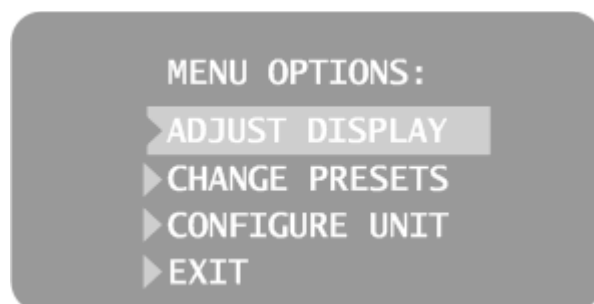
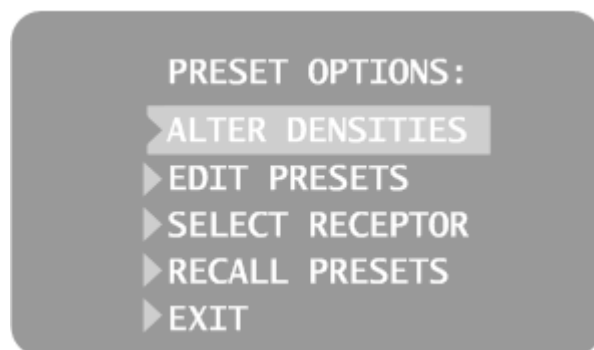
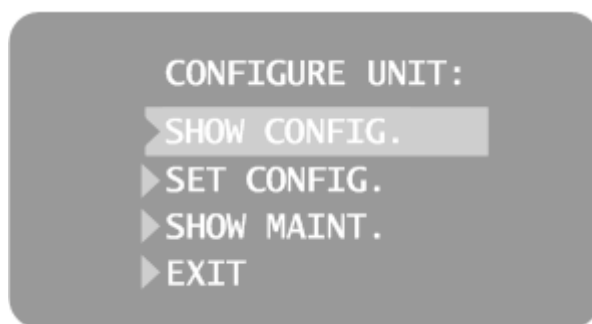
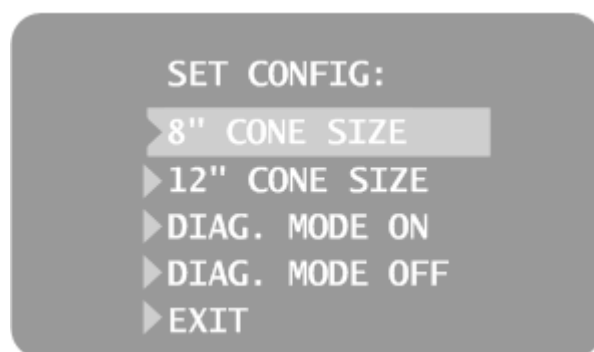

Рисунок 35
Рисунок 37
Рисунок 38 Меню конфигурации
Рисунок 39
1. Чтобы войти в режим конфигурации, одновременно нажмите и удерживайте в течение 5 секунд кнопки выбора зуба и размера пациента на панели оператора. Дисплей покажет основное меню конфигурации системы, как показано на Рисунок 35, а индикатор готовности начнет мигать.
1. В основном меню конфигурации системы, Рисунок 35, выберите пункт ADJUST DISPLAY (настроить дисплей). Вы перейдете в меню опций дисплея, показанное на Рисунок 36.
Вход в меню изменения параметров	1. В основном меню конфигурации системы, Рисунок 35, выберите пункт CHANGE PRESETS (изменить заданные параметры). Вы увидите меню опций параметров, показанное на Рисунок 37. 2. При выборе пункта EXIT (выход) Вы вернетесь в основное меню конфигурации системы.
1. В основном меню конфигурации системы, Рисунок 35, выберите пункт CONFIGURE UNIT (настроить аппарат). Появится меню конфигурации, показанное на Рисунок 38.
Выберите пункт SET CONFIG. (установить конфигурацию) в меню конфигурации, Рисунок 38, и войдите в меню установки конфигурации, Рисунок 39, в котором содержатся опции изменения размера конуса. Стоматологический рентгенаппарат Preva настраивается на заводе на использование со стандартно поставляемым конусом 20 см (8 дюймов). Можно приобрести дополнительно конус 30 см (12 дюймов) (30-A2033). При использовании более длинного конуса время экспозиции должно быть увеличено. Аппарат Prevas автоматически изменяет время экспозиции при изменении размера конуса в меню установки конфигурации.
1. В основном меню конфигурации системы, Рисунок 35, выберите пункт CONFIGURE UNIT (настроить аппарат). Вы перейдете в меню конфигурации, показанное на Рисунок 38.
2. Выберите пункт SET CONFIG.(установить конфигурацию). Будет отображено меню установки конфигурации, показанное на Рисунок 39.
2. Выберите пункт SET CONFIG.(установка конфигурации) Вы увидите меню установки конфигурации, показанное на Рисунок 39.
1. В основном меню конфигурации системы, Рисунок 35 выберите пункт CONFIGURE UNIT (настроить аппарат). Вы перейдете в меню конфигурации, Рисунок 38.
2. Выберите SET CONFIG.(установить конфигурацию). Появится меню установки конфигурации, Рисунок 39.